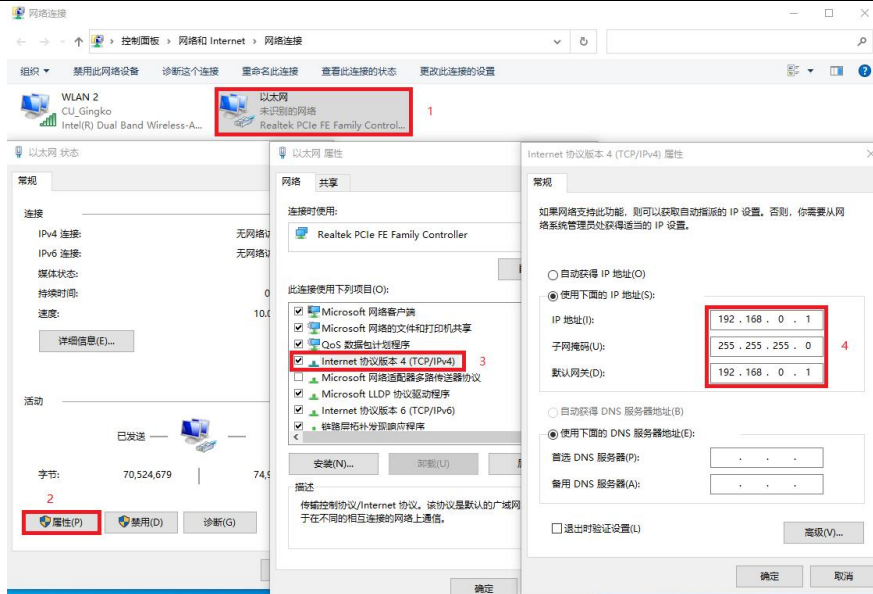

图 17-5 IP参数设置界面
- (1) 将电脑 AA 的本地 IP 设置为静态 IP，设置参数如图 17-5 所示，设置参数如框 4 中所示。